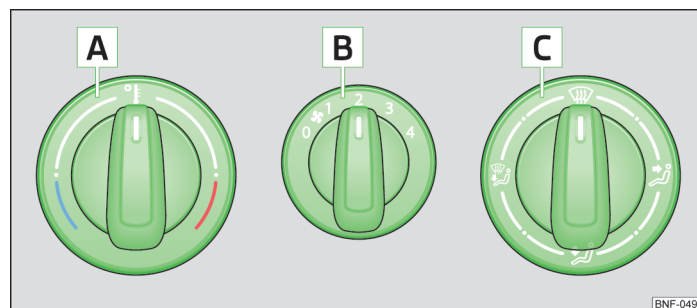

Fig. 64 Varmeanlæg: betjeningsselementer
- » Drej drejekontakten  » Fig. 64 mod højre for at øge temperaturen.
- » Drej blæserkontakten  » Fig. 64 til en af positionerne 1 til 4 for at tilslutte blæseren.
- » Med kontakten til regulering af luftfordelingen  » Fig. 64 reguleres luftens retning » Side 54, Luftdyser.